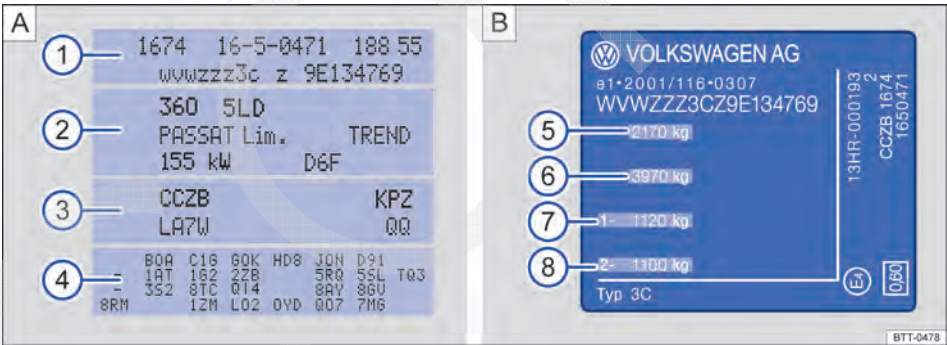

Fig. 19 (A) Cartão de memória do veículo: na figura de exemplo com o número de identificação do motor CBFA ③. (B) Etiqueta de identificação.
A etiqueta de dados do veículo ⇒ **Fig. 19 A** está colada na região da cavidade da roda sobressalente no compartimento de bagagem e contém os seguintes dados:
- ① Número de identificação do veículo (número do chassi)
- ② Modelo do veículo, potência do motor, transmissão
- ③ Códigos do motor e da transmissão, código da cor, acabamento interno. No exemplo, o código do motor é "CCZB" ⇒ Fig. 19.
- ④ Equipamentos opcionais, números PR
A plaqueta de identificação ⇒ **Fig. 19 B** está visível na coluna da porta após abertura da porta do condutor. Veículos para determinados países de exportação não possuem etiqueta de identificação.